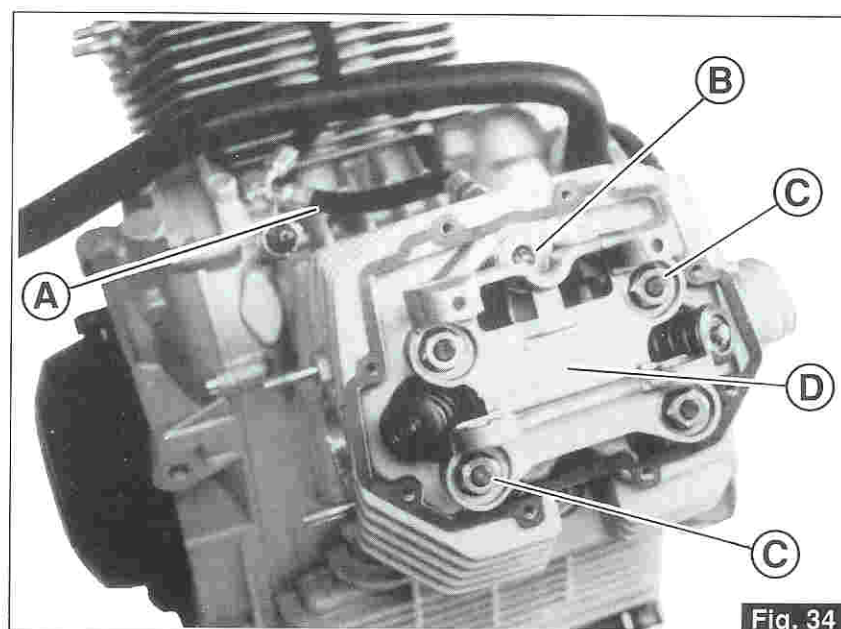

Fig. 34
– Scollegare la tubazione «A» di mandata olio alle teste; svitare il tappo filettato «B» e svitare il sottostante dado a colonnetta ed i 5 dadi «C»; togliere il supporto bilancieri «D» (Fig. 34).
– Disconnect oil delivery piping «A» to heads; loosen screw cap «B» and the underlying stud nut and the 5 nuts «C»; remove the rocker arm support «D» (Fig. 34).